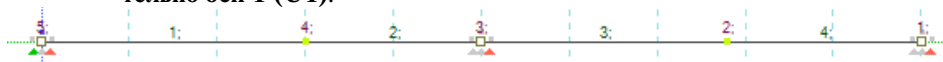

Рис. 49. Расчетная схема с номерами узлов и элементов
- Выделите элемент № 1 (рис. 49), в котором справа находится врезной шарнир. Для вызова панели активного режима **Параметры выбора объекта** одновременно нажмите клавиши **Ctrl + Shift**. Не отпуская их, двигая курсором справа налево, выделите элемент № 1 (*элемент окрасится в красный цвет*).
- В панели активного режима **Назначить шарниры** с помощью установки флажка укажите **Направление шарнира — Поворот относительно оси Y (UY)**.